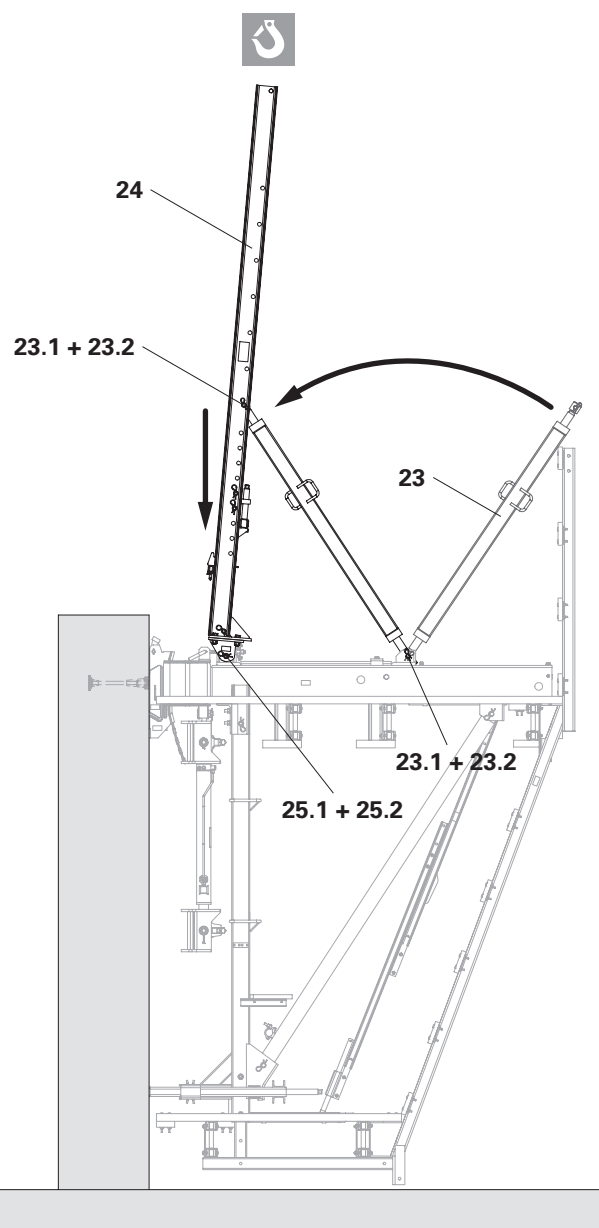

Fig. C4.16
4. Fissare l'albero di spinta 177-233 ACS (**23**) con bullone 25 x 180 (**23.1**) nella trave di rinforzo 365 ACS (**24**) e assicurarla con inserto a molla 4/1 (**23.2**). (Fig. C4.16)